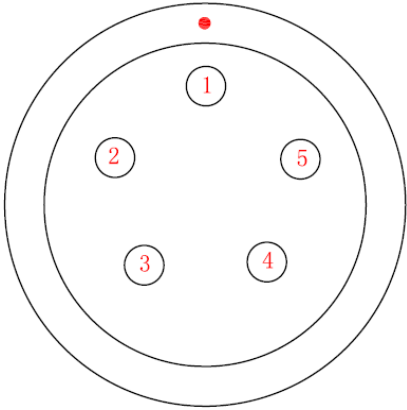

图 7 外置数传电台数据接口示意图
1. 将外置数传电台配置线与外置数传电台连接好。外置数传电台数据接口如图7所示，数据接口定义如表6所示。